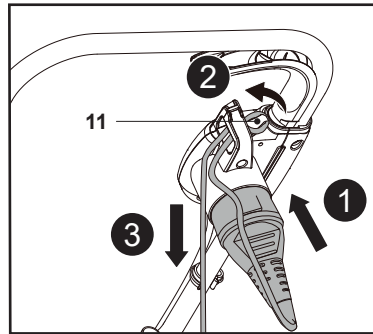

Fig. 11
1. Atașează priza cablului prelungitor la fișa de alimentare a mașinii de tuns iarba. Fă o buclă în cablul prelungitor și prinde-o pe elementul de detensionare a cablului (11) (fig. 11, pași 1 și 2).
2. Trage ușor de cablul prelungitor pentru a te asigura că este bine fixat (fig. 11, pasul 3).